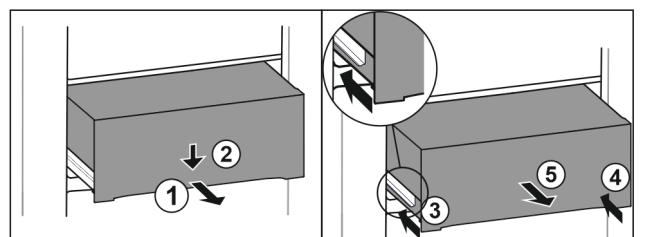

Fig. 112
- ▶ Schubfach halb herausziehen. *Fig. 112 (1)*
- ▶ Schubfach an der Vorderseite nach unten drücken. *Fig. 112 (2)*
- ▶ Linke Schiene etwa 2 cm einschieben. *Fig. 112 (3)*
- ▶ Rechte Schiene etwa 2 cm einschieben. *Fig. 112 (4)*
- ▶ Schubfach nach vorne entnehmen. *Fig. 112 (5)*